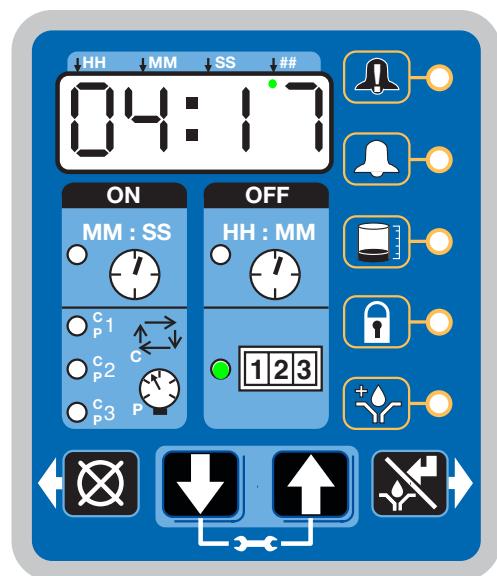

FIG. 48
- Si illumina il LED vicino a 1-2-3 (Fig. 48).
L'esempio fornito in Fig. 48 mostra che rimangono 4 ore e 17 minuti prima del malfunzionamento.